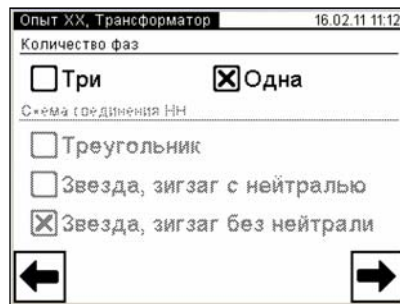

Рисунок 6.41
4) Встановити кількість фаз трансформатора, що перевіряється, для чого натиснути в полі "Одна" в підрозділі "Количество фаз" у вікні "Опыт XX. Трансформатор" (рисунок 6.41).